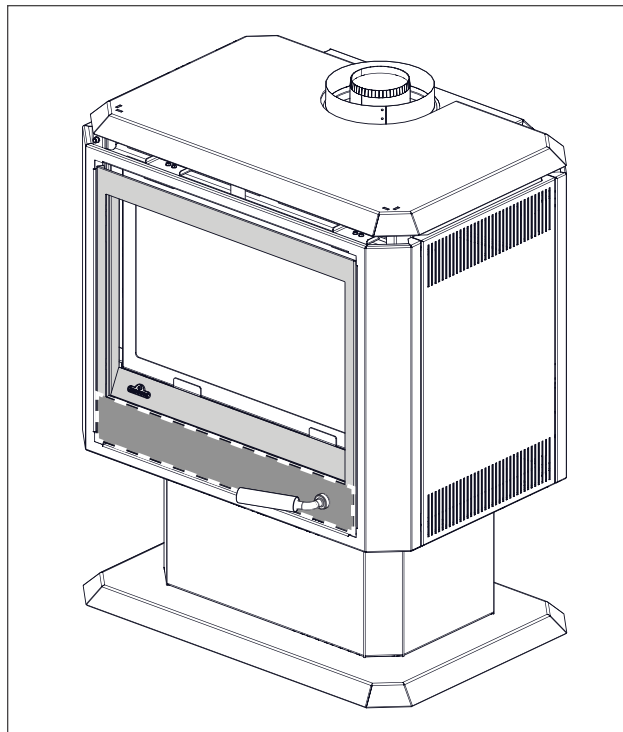

Fig. 1-1
- La poignée doit être installée sur la partie inférieure de la barrière de sécurité (fig. 1-1).